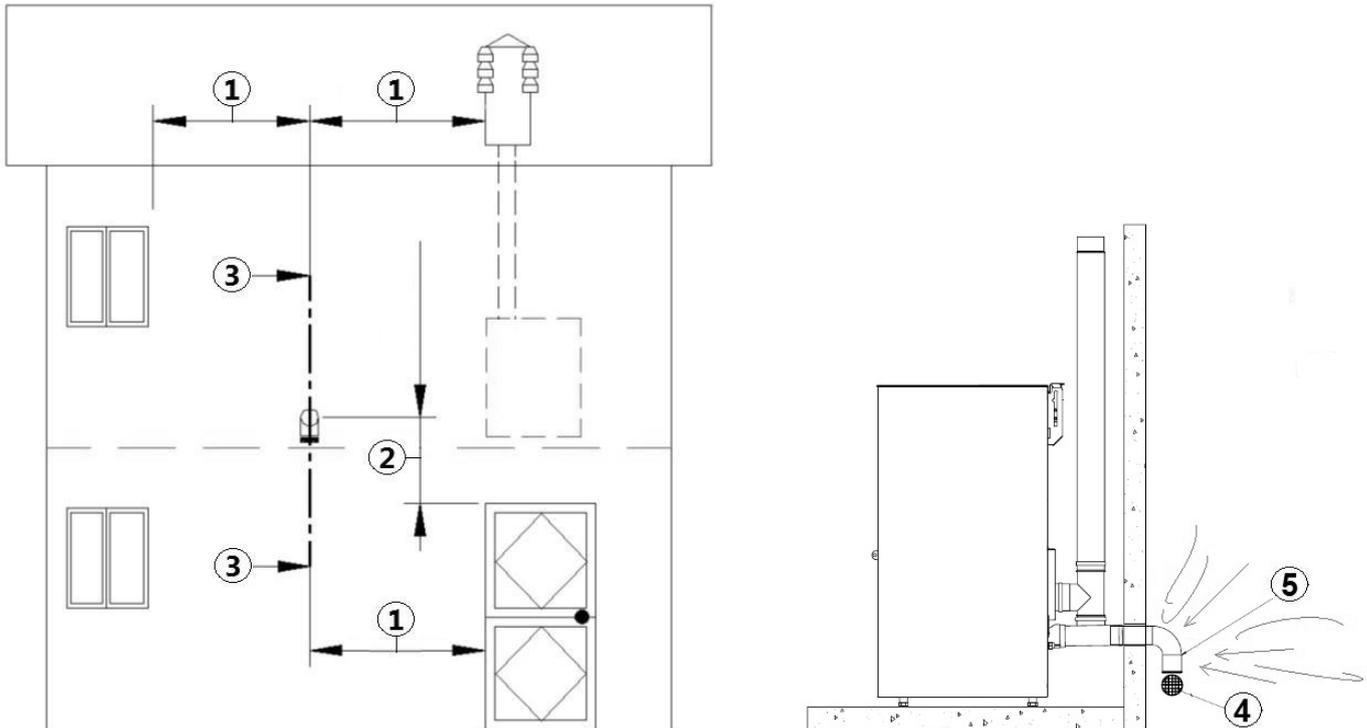

Fig. 11 - Öffnung für die Verbrennungsluft für eine hermetisch dichte Installation
LEGENDE	Fig. 11
- An der Außenwand muss eine 90° -Krümmung installiert werden, um die Verbrennungsluftzufuhr von den Auswirkungen des Windes zu schützen: Die Öffnung der Krümmung nach unten richten, siehe **Fig. 11**.